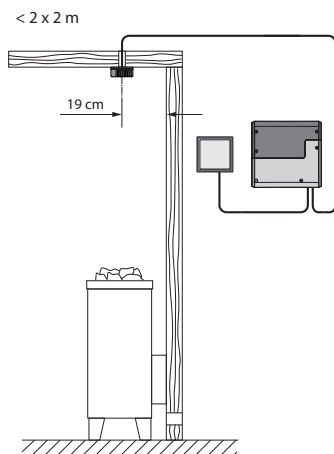

Abb. 13
1. Der Ofenfühler wird in Kabinen bis zu der Größe von 2 x 2 m gemäß Abb. 13 montiert, in größeren Kabinen gemäß Abb. 14 montiert.